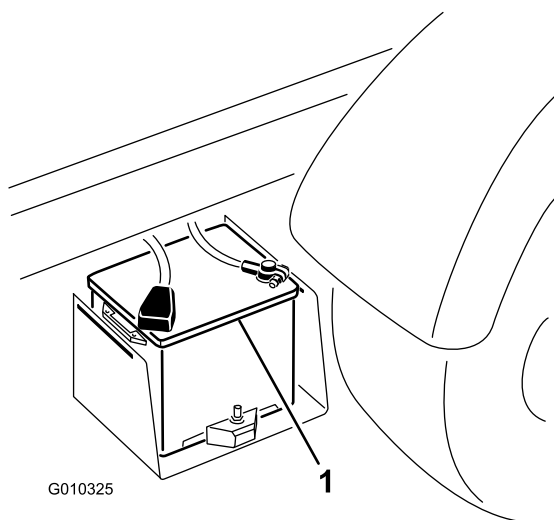

Рисунок 50
2. Соедините кабелем для подключения от внешнего источника положительные штыри двух аккумуляторных батарей (Рисунок 50). Положительный штырь может быть распознан по знаку + на верхней стороне крышки аккумуляторной батареи.